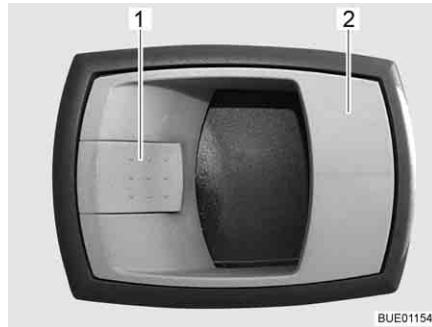

Bild 27 Türschloss Eingangstür, innen
- Öffnen:** ■ Am Griff (Bild 27,2) ziehen. Das Türschloss wird entriegelt.
- Verriegeln:** ■ Den Sicherheitshebel (Bild 27,1) drücken.